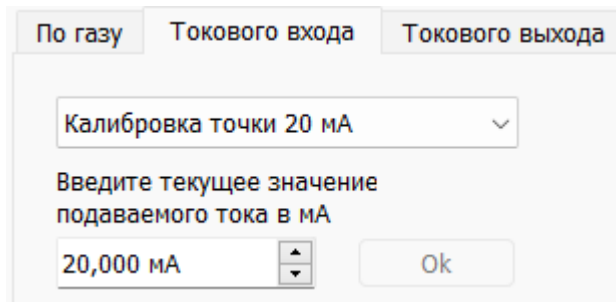

Рис.17 – Отображение кнопки Ok
5. Подать ток 20мА калибратором и ввести подаваемое значение, далее нажать кнопку «ОК», кнопка Ok отобразится согласно рис.17.